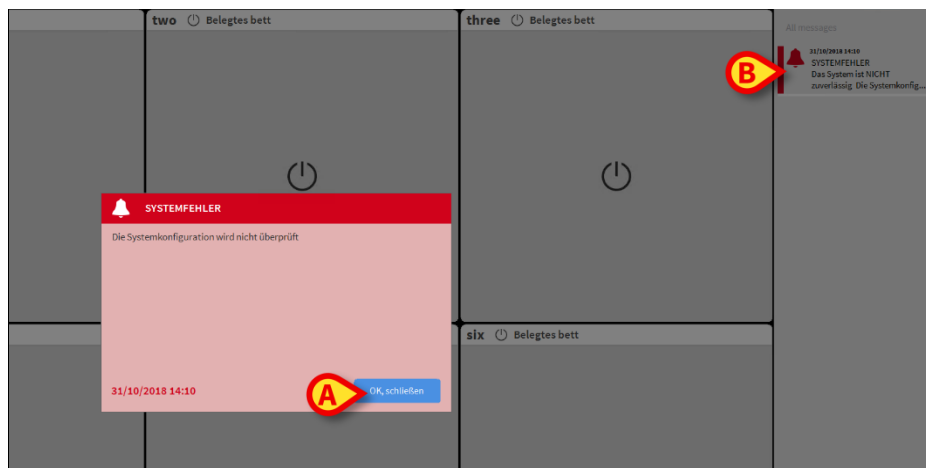

Abb. 2 - System nicht zuverlässig (Desktop)
Sollte das System unzuverlässig werden, wird sowohl auf den Desktop-Arbeitsstationen (Abb. 2), auf den Handheld-Geräten und auf der optional Lichtsignal-Anlage eine spezielle Benachrichtigung über einen Systemfehler angezeigt.
Auf den Desktop-Arbeitsplätzen bestehen die Benachrichtigungen in der Seitenleiste (Abb. 2 **B**) stehen, bis die Ursachen der Unzuverlässigkeit beseitigt sind und das System wieder zuverlässig arbeitet. Es werden keine Patientendaten angezeigt, bis das System wieder zuverlässig arbeitet.
- Klicken Sie auf **Ok, Schließen** in der Benachrichtigung, um sie zu bestätigen (Abb. 2 A).